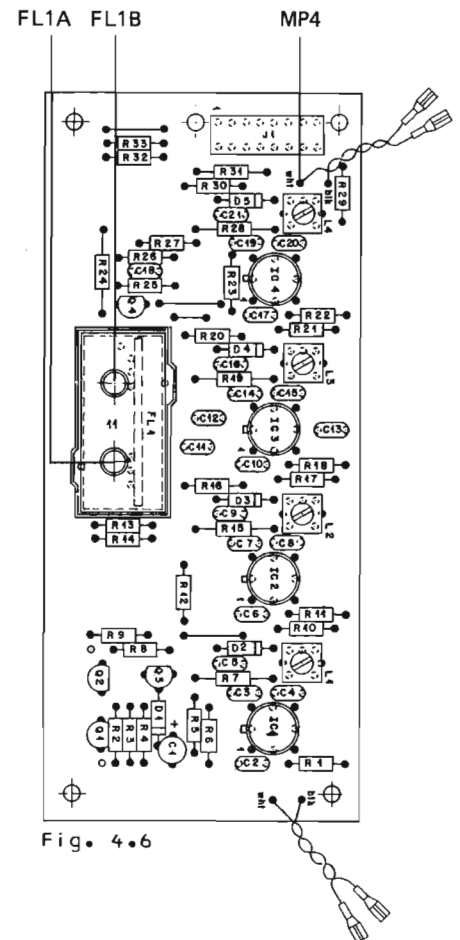

Fig. 4.6
- Mettez le tuner sous tension et raccordez le fréquence-mètre au point de mesure MP4 (1.726.740, fig. 4.6).